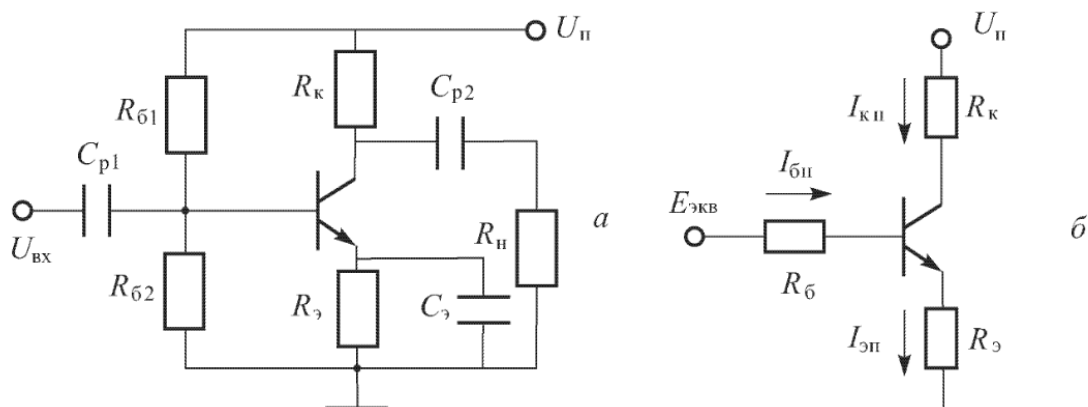

Рисунок 1 – Эквивалентная схема резисторного усилителя
1. Определить точку покоя резисторного усилителя (рисунок 1) на транзисторе КТ 3176 А9, если: $U_n = 10$ В, $R_k = 19,5$ Ом, $R_3 = 0,5$ Ом, $R_{\delta 1} = 385$ Ом, $R_{\delta 2} = 40$ Ом, $h_{21э} = 180$. Характеристики транзистора приведены на рис. П.3. Определить дифференциальный параметр $h_{11э}$ в точке покоя.
2. Определить точку покоя резисторного усилителя (рисунок 1) на транзисторе 2Т 860 А, если: $U_n = 16$ В, $R_k = 9$ Ом, $R_3 = 1$ Ом, $R_{\delta 1} = 650$ Ом, $R_{\delta 2} = 100$ Ом, $h_{21э} = 140$.
3. Определить точку покоя резисторного усилителя (рисунок 1) на транзисторе 2Т860 А, если: $U_n = 24$ В, $R_k = 19$ Ом, $R_э = 1$ Ом, $R_{б1} = 900$ Ом, $R_{б2} = 100$ Ом, $h_{21э} = 130$. Характеристики транзистора приведены на рисунке 1. Определить дифференциальный параметр $h_{11э}$ в точке покоя.